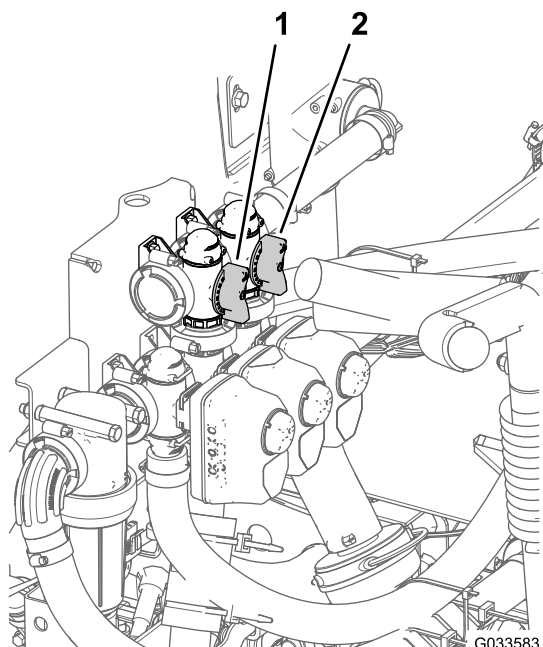

Bild 72
11. Stellen Sie das Rührwerksicherheitsventil (Bild 72) hinten am Rührwerkventil so lange ein, bis das Druckmanometer 6,9 bar anzeigt.
8. Stellen Sie den Griff am Sicherheitsventil des Hauptabschnitts ein, um die Rührwerkstärke im Behälter zu steuern (Bild 72).